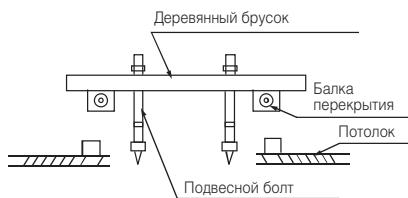

Рис. 5-5
- Смонтируйте подвесные болты в зависимости от типа конструкции (рис. 5.5 – 5.10)
Деревянная конструкция: Расположите деревянный брускок над балками перекрытия, затем закрепите подвесные болты (рис. 5-5).